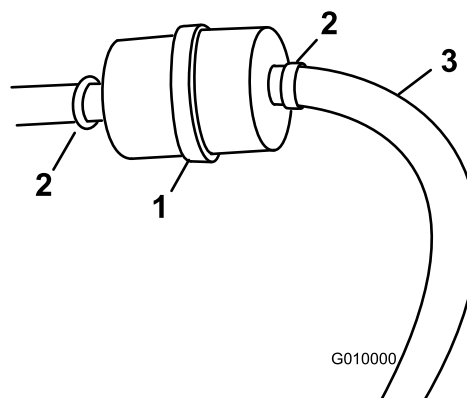

Figure 52
3. Desserrez les colliers de serrage et repoussez-les pour les éloigner du filtre (Figure 52).
5. Raccordez un nouveau filtre sur les flexibles et serrez les colliers (Figure 52).
3. Desserrez le collier de serrage au niveau du filtre à carburant et éloignez-le du filtre en le poussant le long de la conduite d'alimentation (Figure 52).
4. Débranchez les conduites d'alimentation du filtre à carburant (Figure 52).
Remarque: Laissez l'essence s'écouler dans un bidon ou un bac de vidange (Figure 52).
5. Raccordez la conduite d'alimentation au filtre. Rapprochez le collier de serrage du filtre pour fixer la conduite d'alimentation (Figure 52).